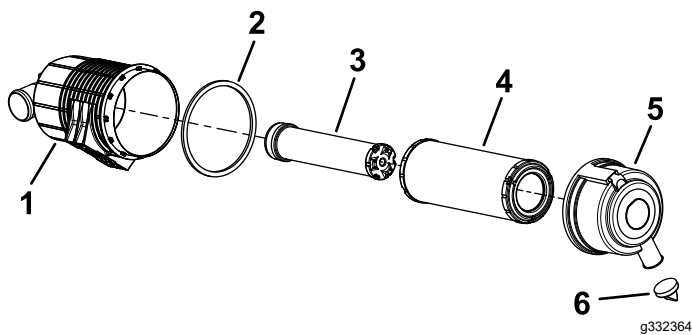

Bild 35
5. Warten Sie den Luftfilter und den Sicherheitseinsatz, wenn Sie darauf hingewiesen werden (Bild 35).